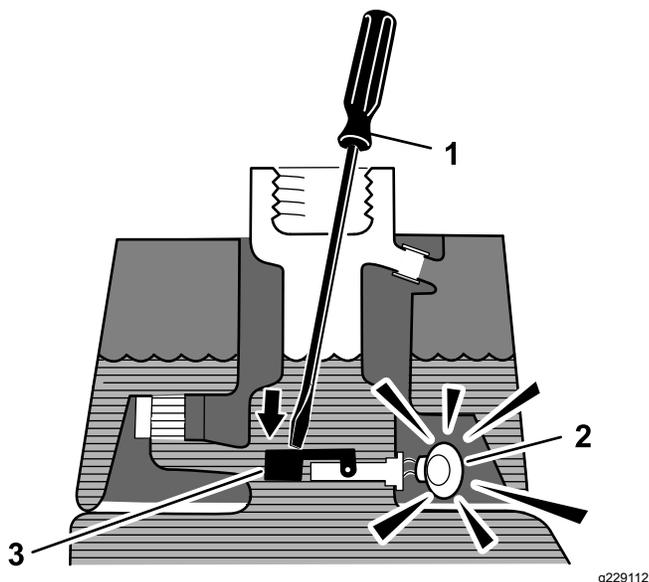

图40
- 将干净的支杆或螺丝刀插入油箱颈然后轻轻地向下推至浮动开关上图40经过 1 秒钟的延迟后警报应响起。